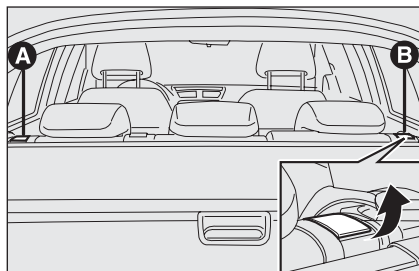

рис. 98
- ☐ поднимите ручку **A** или **B** – рис. 98, чтобы отстегнуть, соответственно, левую или правую часть спинки, и затем уложите спинку на подушку
- ☐ поднимите ручки **A** и **B** – **рис. 98**, чтобы освободить спинки и уложить их на подушку.